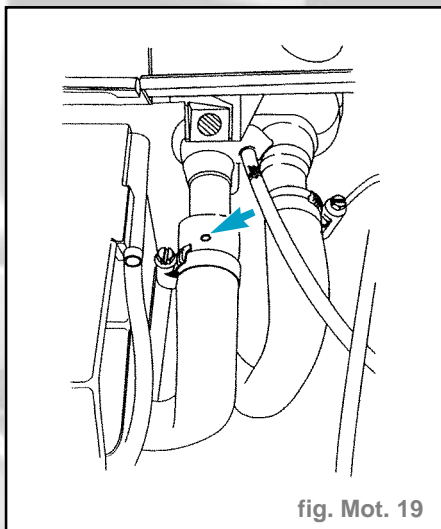

fig. Mot. 19
- Détacher la durite de l'échangeur de chaleur et la repousser jusqu'à ce que le trou d'aération de la durite ne soit plus masqué par l'ajustage de raccord (fig. Mot. 19).